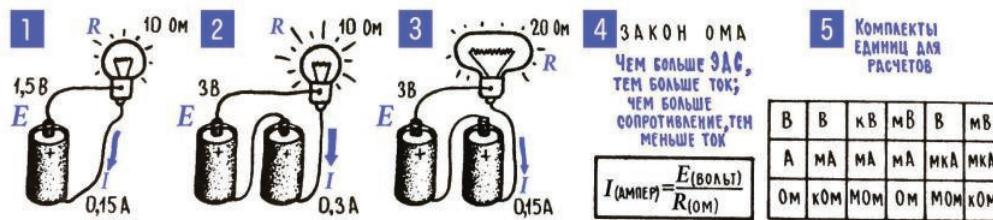

Рис. 4.1. Закон Ома
Закон Ома не относится к числу фундаментальных законов природы. Он рассказывает о довольно узком круге явлений в достаточно скромной системе – в электрической цепи. Рассказывает о том, как электрический ток в этой цепи зависит от действия генератора (ЭДС) и от свойств самой цепи (сопротивление). Зависимости эти, утверждает закон Ома, очень просты: ток прямо пропорционален электродвигущей силе генератора и обратно пропорционален сопротивлению цепи (рис. 4.1).
**2. Из закона Ома можно получить две удобные расчетные формулы для вычисления ЭДС и сопротивления цепи.** Все, о чем говорит закон Ома, можно записать в виде короткого алгебраического выражения, так называемой формулы. Для этого прежде всего введем условные обозначения – ЭДС обозначим буквой  $E$ , ток – буквой  $I$  и сопротивление буквой  $R$ . Краткая алгебраическая запись, формула закона Ома, приведена на рис. 4.1; 4. Из формулы видно, что ток  $I$  зависит от двух величин: от электродвигущей силы  $E$  и сопротивления  $R$ . В этой зависимости  $E$  находится в числи-